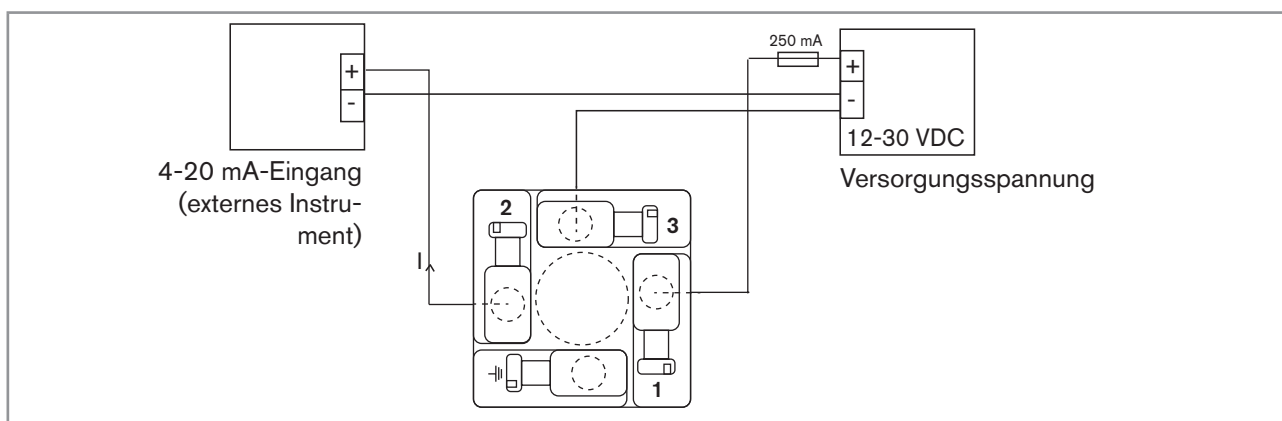

Bild 10: Verkabelung des 4-20 mA-Stromausgangs
- Die Anschlüsse an der Schraubklemmleiste **3** vornehmen (siehe Bild 10).